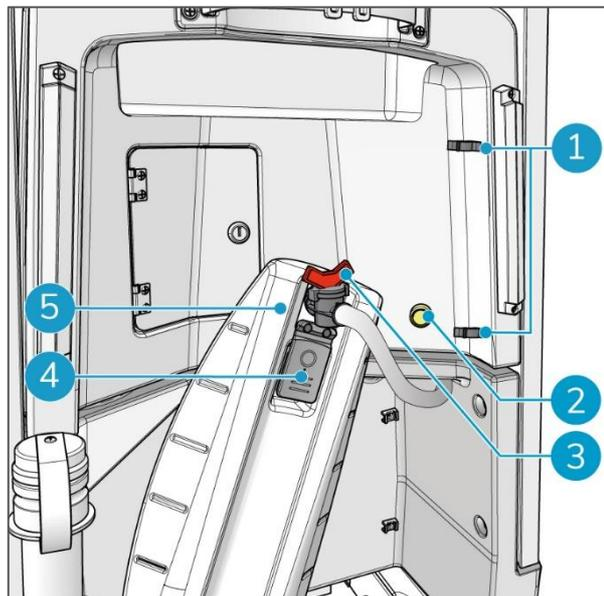

Abbildung 62
2. Lösen Sie das Einfüllrohr aus den Klemmen (Abbildung 62, Pos. 1).
3. Öffnen Sie den Deckel des i-mop lite (Abbildung 62, Pos. 4).
4. Führen Sie das Einfüllrohr in den Tank ein (Abbildung 62, Pos. 5).
5. Öffnen Sie das rote Ventil (Abbildung 62, Pos. 3).
6. Drücken Sie den gelben Knopf (Abbildung 62, Pos. 2). Das Reinigungsmittel wird in den Tank des i-mop lite gepumpt.